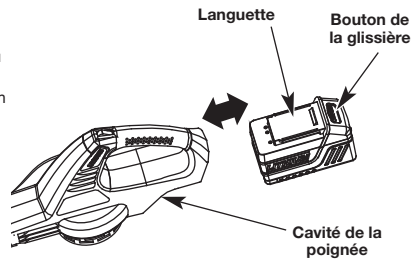

Fig. 2
1. Alignez la languette de la batterie avec la cavité de la poignée (Fig. 2).
1. Faites glisser le bouton de la glissière de la batterie vers le bas et tenez-le (Fig. 2).
1. Insérez la batterie dans la cavité de la poignée (Fig. 2). Consultez la section *Installer la batterie*.